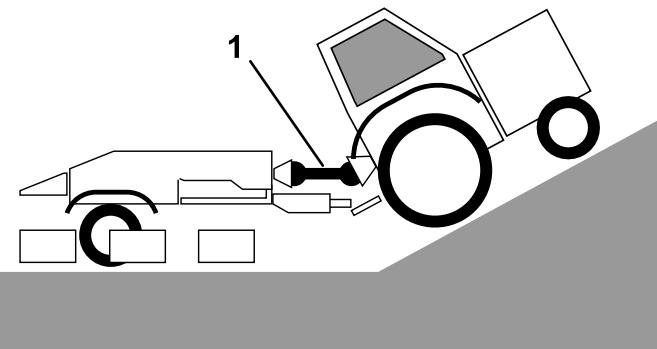

Bild 16
1. Wenn der Traktor an der Maschine in einer geraden Linie angeschlossen ist und so geparkt ist, dass die Zapfwellen die geringste Länge (Bild 16) hat, aktivieren Sie die Handbremse am Traktor, drehen den Zündschlüssel in die AUS-Stellung und aktivieren die Feststellbremse des Mähers.